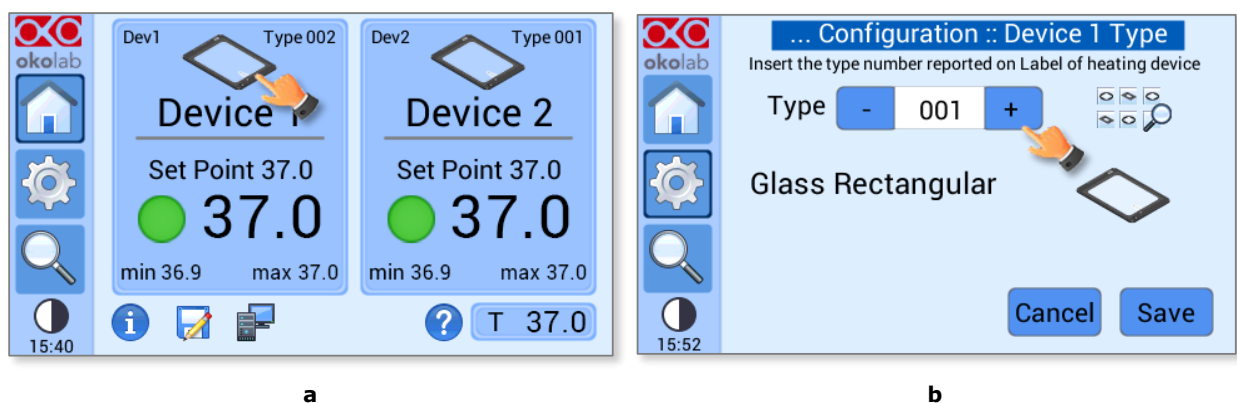

Figura 22. Selección del tipo de dispositivo desde la página de inicio (a b).
- el icono del dispositivo en la página de inicio (ver figura 22 (a)). Aparecerá el submenú de Configuración del tipo de dispositivo (ver figura 22(b)).